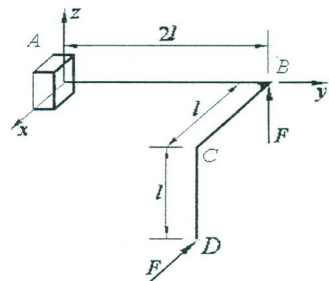

图 2-5
- (A) 平行; (B) 垂直; (C) 垂直、平行; (D) 平行、垂直。
5、受力刚架如图 2-5，各杆横截面直径均为  $d$ ，承受铅直力和水平力  $F$ ，杆件材料为 Q235 钢，对于刚架的 AB 段，采用强度计算时，宜采用 ( C )
- (A) 第一或第二强度理论
- (B) 第三或第二强度理论
- (C) 第三或第四强度理论
- (D) 第一或第四强度理论